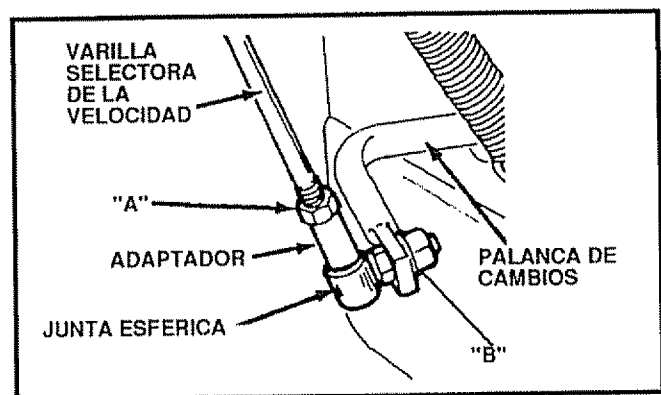

FIG. 33
- Afloje la contratuerca "A" en la varilla selectora de la velocidad. Remueva la junta esférica del puntal del cambiador. Aumente o reduzca la longitud de la varilla por medio de darle vuelta al adaptador para obtener la posición correcta de la rueda de fricción (Véase Fig 33).
- Remueva la junta de rodilla del grupo de la horquilla de cambios (vea la Fig. 33 en la página 21)